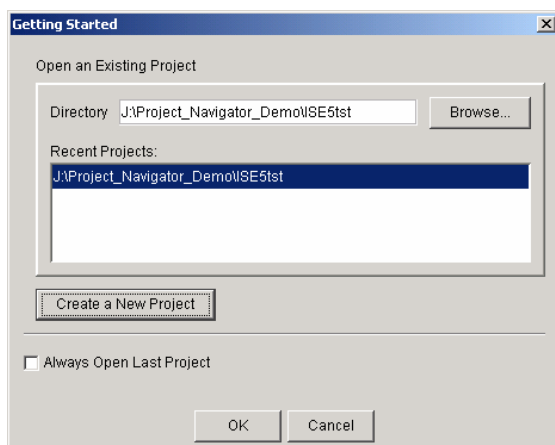

图2-79 启动对话框
- (1) IP 核生成器可以通过 Windows 启动菜单中的 CORE Generator System 项目启动，也可以在 Project Navigator 中新建 Coregen IP 类型的资源，自动调用 IP 核生成器。新建资源方法已经在本章第 1 节介绍过，在 Windows 界面下运行【开始】/【程序】/【Xilinx ISE 6】/【Accessories】/【CORE Generator System】命令启动 IP 核生成器。IP 核生成器启动后自动弹出如图 2-79 所示的